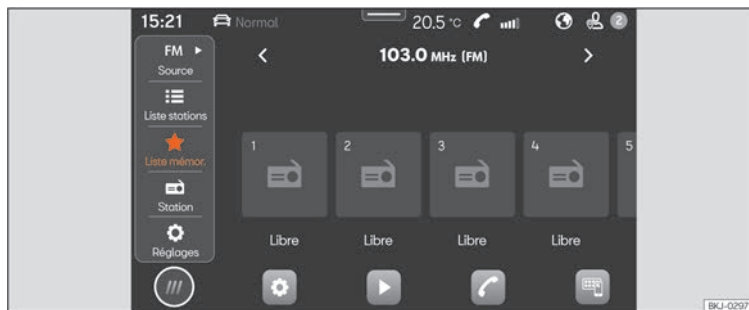

Fig. 130 Représentation schématique : Vue Radio
- Appuyez sur **HOME** > >>> **fig. 130**.